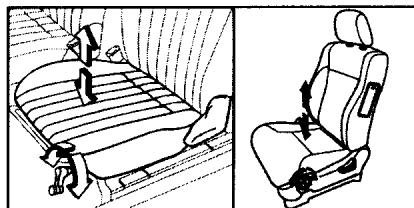

图 1-21
- 使用摇把或旋钮升降式座椅调整时,可摇动摇把或转动旋钮使座椅上升或下降(图 1-21);